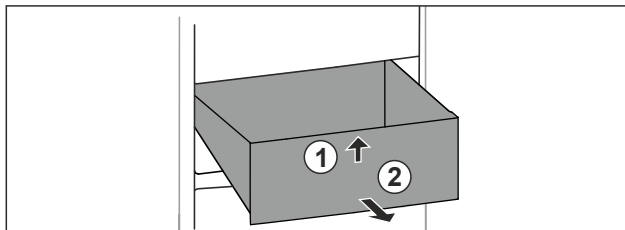

Fig. 115
- Ngrini lart sirtarin në pjesën përpara. Fig. 115 (1)
- Hiqeni sirtarin nga përpara. Fig. 115 (2)